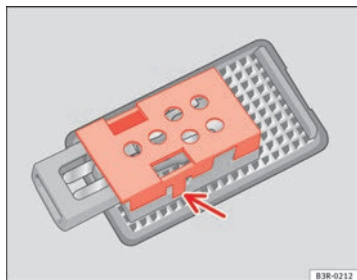

Fig. 225 Éclairage du coffre à bagages
- Déposez le cache de protection et retirez l'ampoule de son logement ⇒ fig. 225. ■